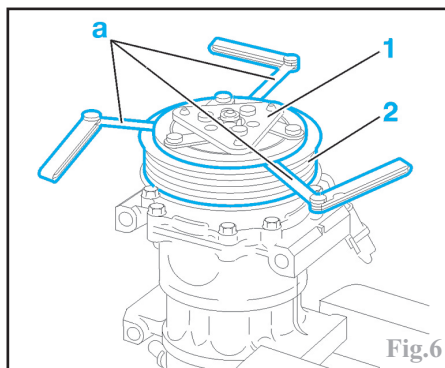

Fig.6
Mesurer la valeur de l'entrefer entre le plateau (1) et la poulie (2) à l'aide d'un jeu de cales (sur 3 points en 'a') (Fig.6). La valeur doit être entre 0,4 et 0,8 mm.